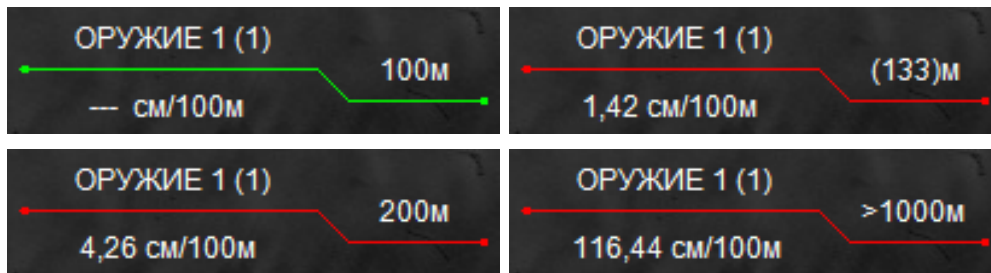

Рисунок 3 – Примеры вариантов вывода дистанции стрельбы
- ❖ Если перекрестие прицельной сетки находится между двумя баллистическими засечками, то расчет дистанции стрельбы будет произведен автоматически (дистанция выведется в скобках, см. рис. 3).